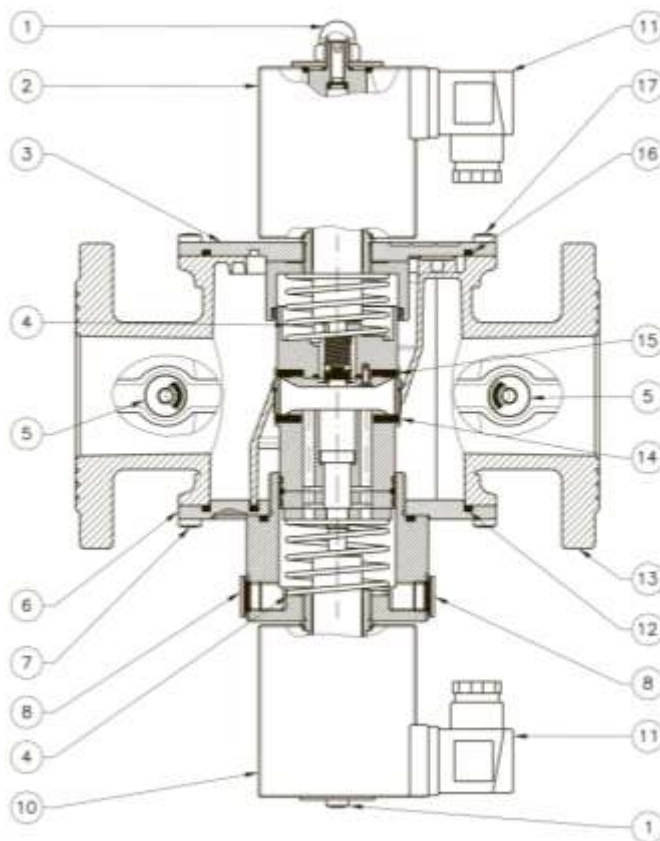
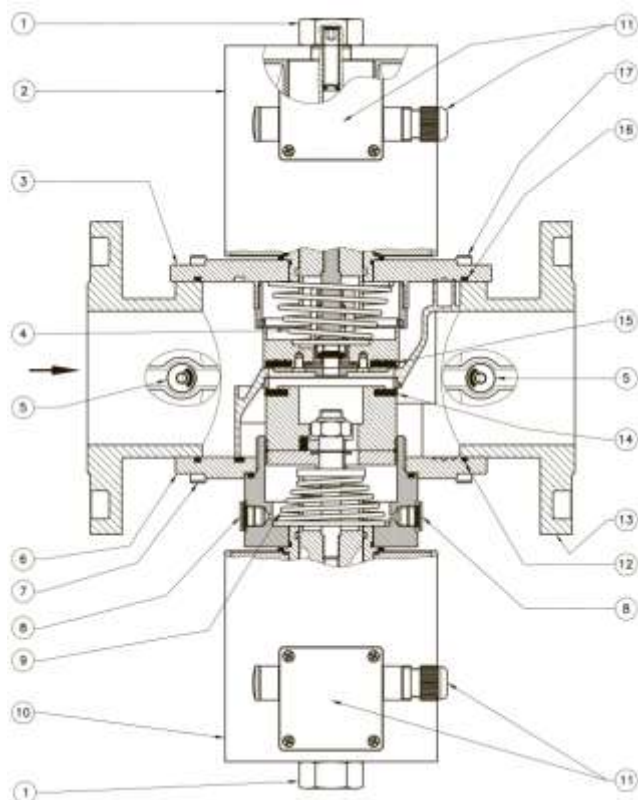

Рис.1
Рис.2
Клапан (рис. 1, рис 2) винт крепления катушки (1); состоит из: катушка клапана 1 (2); крышка верхняя (3); возвратная пружина (4); заглушка (5); крышка нижняя (6); крепежные винты (7); заглушка G1/4" (8); катушка клапана 2 (10); коннектор (11); верхнее уплотнительное кольцо (12); корпус (13); затвор клапана 2 (14); затвор клапана 1 (15); верхнее уплотнительное кольцо (16); крепежные винты (17).
- **DN 32 ÷ DN 100:** (см. рис. 1 и рис. 2) Открутить винт (1) и снять электромагнитную катушку (2 и 10). Отпустить винты крепления (7) и осторожно снять крышку (3 и 6) с корпуса клапана (13). Проверить состояние затворов (14 и 15) и, при необходимости, заменить резиновую прокладку. Собрать клапан, выполняя обратную последовательность действий.